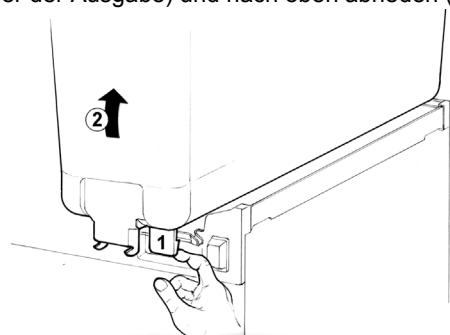

Bild 3
- 2 Leeren Behälter lösen durch Anheben an der Rückseite (gegenüber der Ausgabe) und nach oben abhoben (Bild 3).